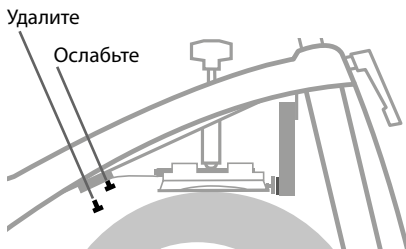

Рис.24
3.Снимите один из винтов, который фиксирует тормозной узел на раме, и ослабьте второй винт при помощи ключа 8 мм (см. рис. 24).